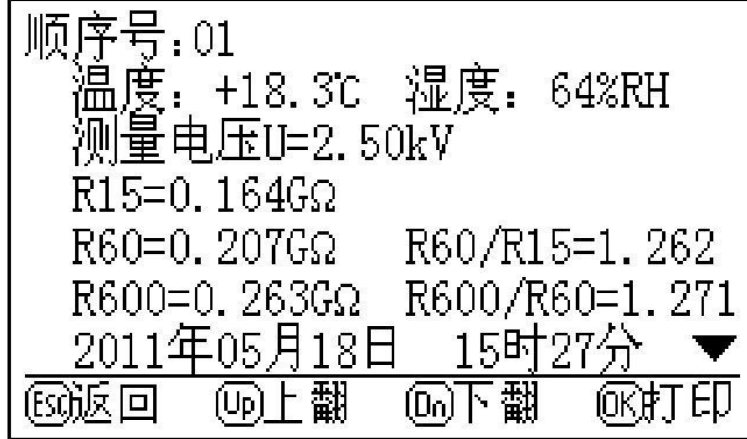

图 14
4. 在图 2 所示的界面下，若选择记录查询操作，将会显示以前测量且存储的各组数据，如图 14 所示，可根据显示屏下方的按键功能提示进行上翻页、下翻页、数据打印等操作。